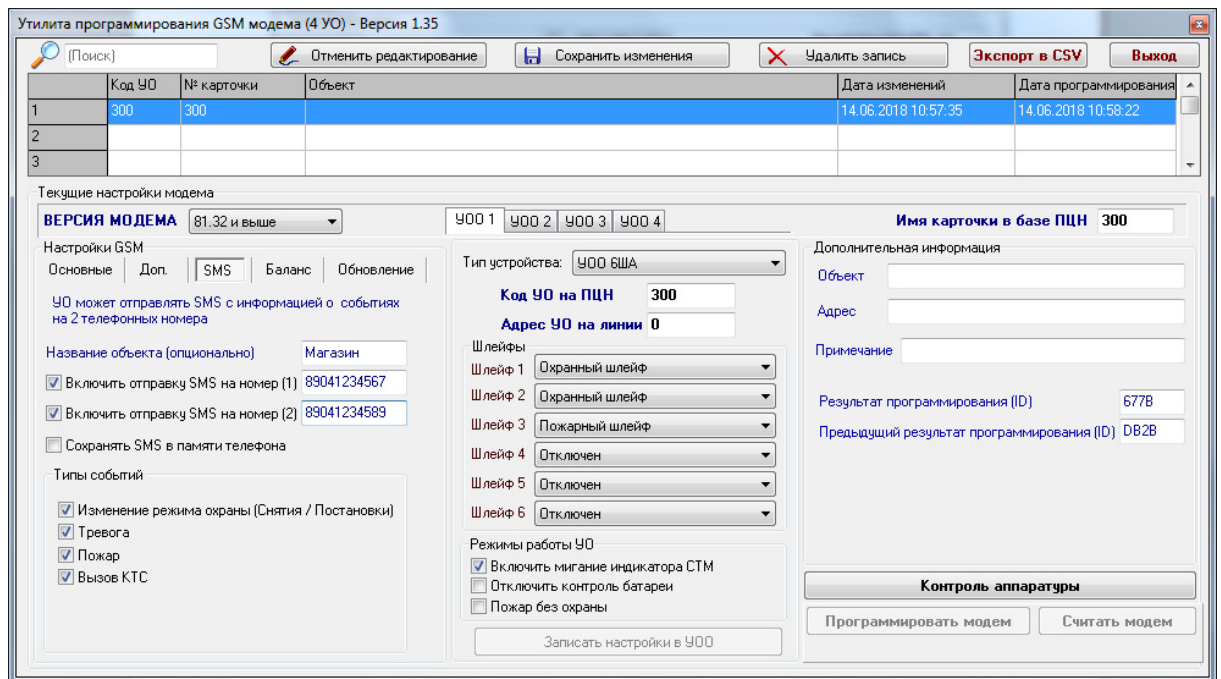

Рисунок 3. Окно вкладки настроек SMS оповещений программы «Prog_GSMModem.exe».
7.23 Поля вкладки «Настройки GSM->SMS», служат для установки условий формирования SMS сообщений на номер сотового телефона. Допускается параллельная рассылка SMS сообщений на два телефонных номера. Рисунок 3